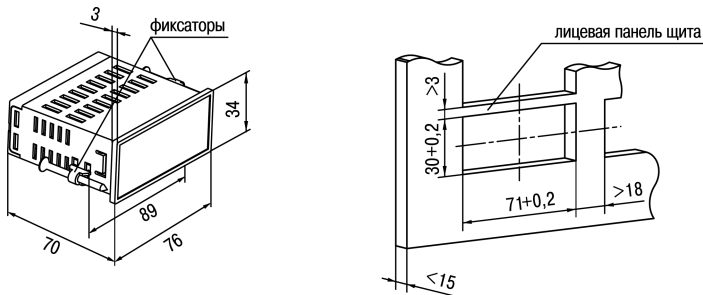

Рисунок 4.2 – Габаритные размеры корпуса ЩЗ
1. Подготовить на щите управления место для установки прибора (см. *рисунок 4.2*).